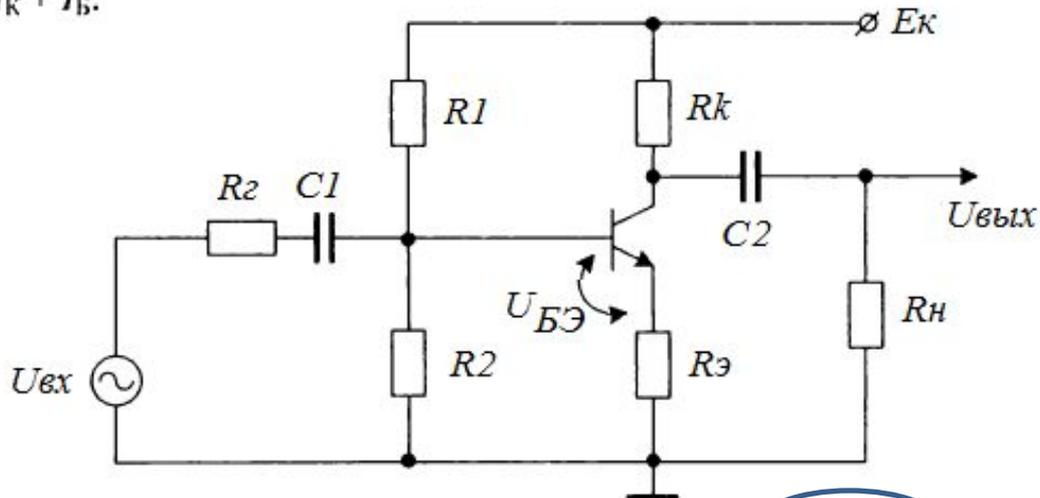

Рис. 4.11. Схема последовательной ОС по току
- Схема с общим эмиттером (рис. 4.11) – последовательная ОС по току. В данной схеме $R_э$ – сопротивление ОС по току, напряжение ОС $U_{ОС} \sim I_э = I_k + I_б$.